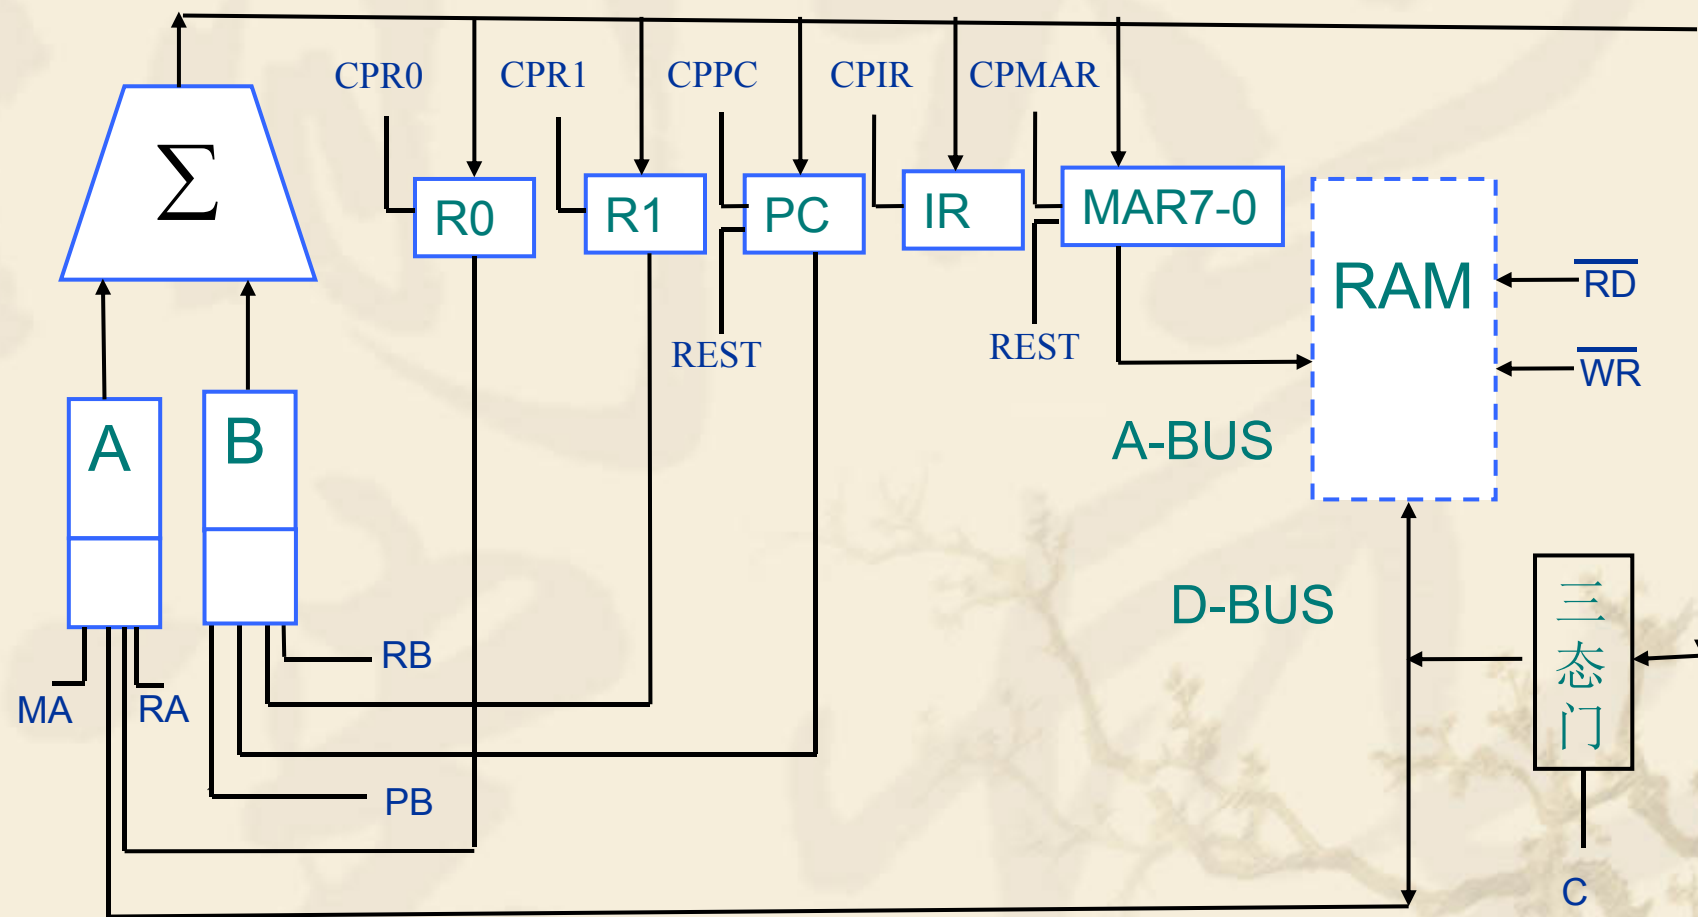

图 1
- ❧ 由系统结构图（图1）可看出，部件之间的连接是采用以**CPU**为中心的总线连接方式。
- ❖ 架构图图1中，涉及到了许多控制命令例如 CPR_0 、CPMAR、MA、RB等等，这些命令如何产生？